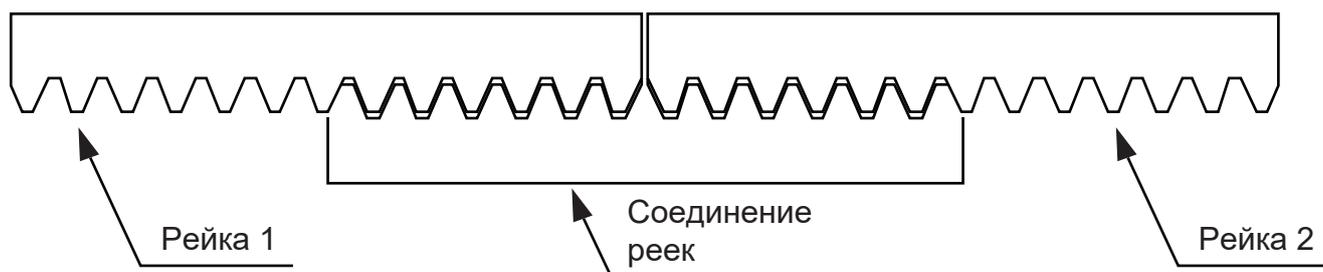

Рисунок 6
1. Каждый элемент рейки соединяется со следующим элементом (рисунок 6)